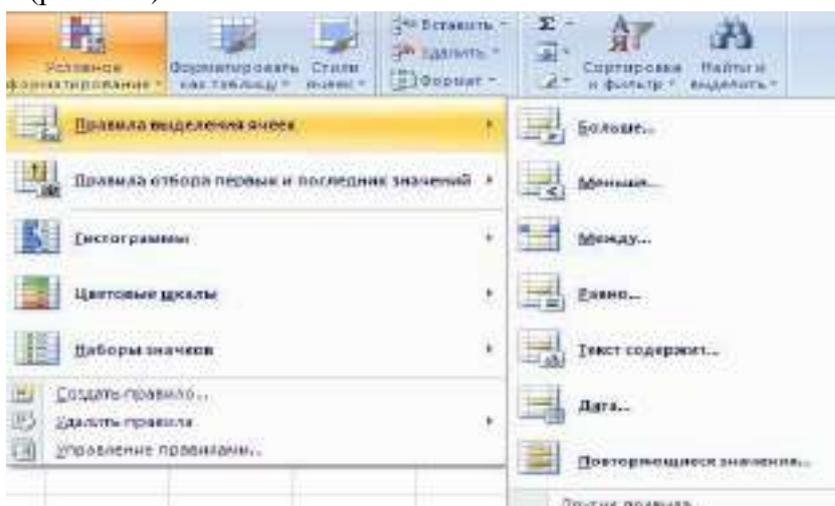

Рис. 2.7. Выбор правила выделения значений.
2. Щелкните по кнопке Условное форматирование группы Стили вкладки Главная, в галерее выберите команду Правила выделения ячеек, а затем в подчиненном меню выберите условие (рис. 2.7.)